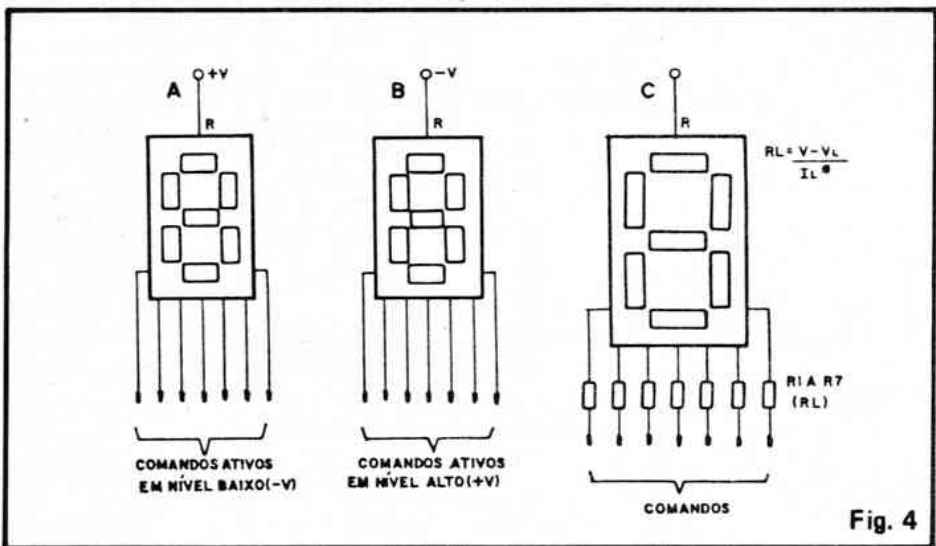

Fig. 4
- **FIG. 4** - Dá as "dicas" de como "acender" o **display**. Em 4-A temos um **display** construído no tipo **anodo comum**. Nesse caso o terminal "R" vai ao **positivo** da alimentação e
NÃO PODEMOS ESQUECER, contudo, que LEDs têm parâmetros e limites a serem respeitados (ver a "AVENTURA DOS COMPONENTES..." à pág. 16 de A.P.E. nº 2) e assim (conforme mostra a fig. 4-C) sempre que a tensão de alimentação for **superior a 2V**, **obrigatoriamente** o terminal de cada segmento deve ser protegido através de um resistor, cujo